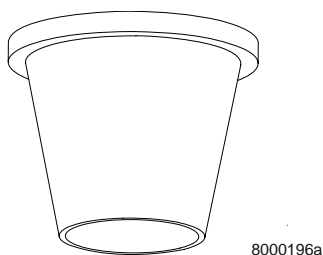

图 5：8 检查消化管接头上的划伤和裂纹
3. 检查消化管接头的内部和外部是否有刮伤和裂纹，见图 5：8。同时检查橡皮是否硬化。如果必要更换消化管接头。